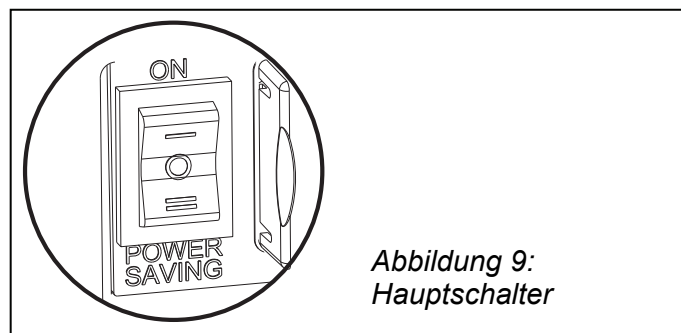

Abbildung 9: Hauptschalter
Stellen Sie den Hauptschalter (Abbildung 9) auf die Position I ("ON") oder II ("Energiesparen"). Wenn sich der Stromschalter in Position II befindet, wird die Batterie bei einer Last unter 40 W geschont. Der AC Master befindet sich dann im Scan-Modus und schaltet sich ein, wenn er eine Last entdeckt. Wenn der AC Master sich einschaltet, ertönt ein kurzer Piepton.
Stellen Sie den Hauptschalter (Abbildung 9) auf die Position O ("OFF"). Bitte beachten Sie, dass ein Abschalten des AC Master nicht die Verbindung zu den Batterien trennt!
1. Stellen Sie den Hauptschalter in die Position 0 ("OFF") (Abbildung 9).